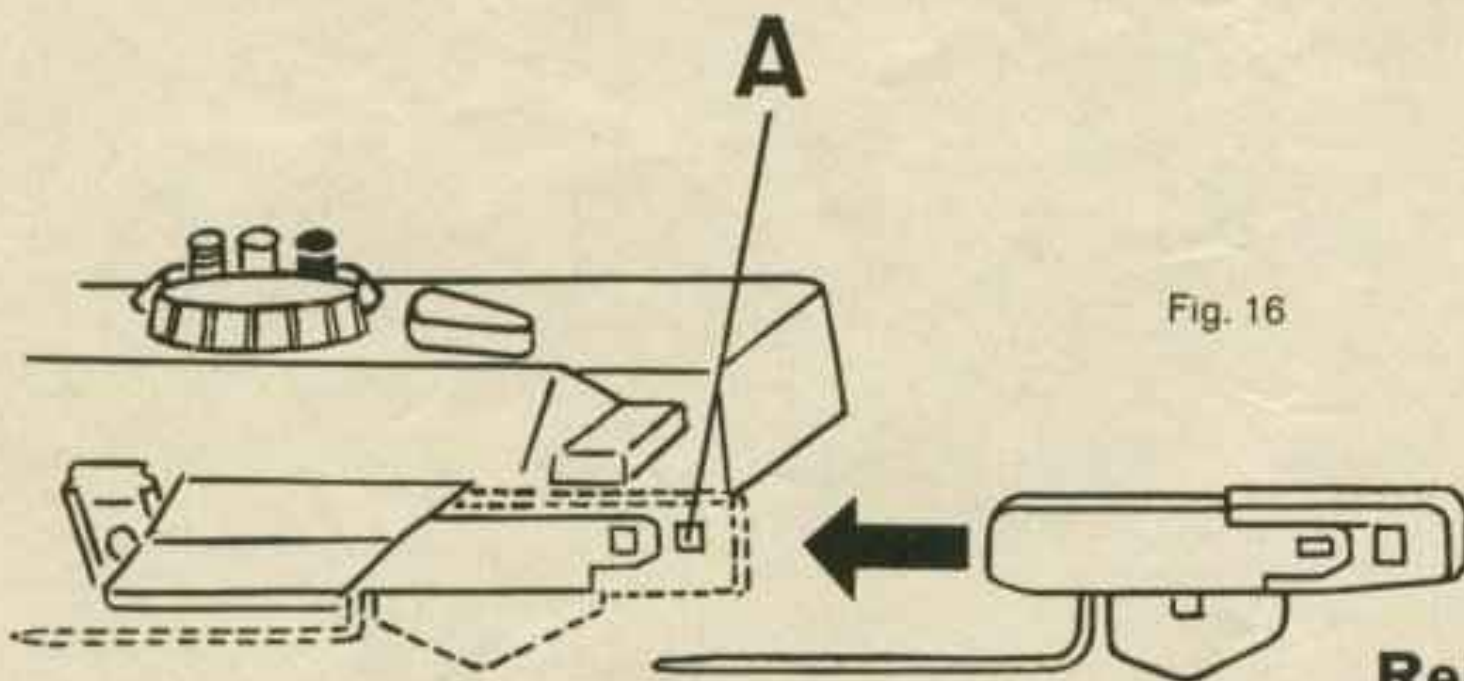

Fig. 16
**Rote Abstreifer in die Halter am hinteren Schloss einstecken:** Schloss leicht nach links schieben bis linker Halter gerade, dann Abstreifer einstecken, bis er einschnappt. Nun Schloss leicht nach rechts schieben und den zweiten Abstreifer rechts einstecken. Fig. 16
Zum Herausziehen auf Knopf A drücken, Fig. 16.